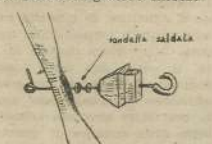

FIG. 2
le due forze abbiano il punto di applicazione situato sulla medesima retta (fig. 2). Lo stesso accadrà quando ruotando l'elica occuperà qualsiasi altra posizione il modello tenderà sempre a porsi dalla parte opposta a quella occupata in quel momento dalla pala. L'insieme di questi veloci spostamenti produrrà così una forte vibrazione generale.
1) fare il contrappeso più leggero della pala. In un'elica siffatta, durante la ruotazione, la forza centrifuga A B della pala (fig. 4) sarà maggiore della DC del contrappeso, ossia nella pala vi sarà una forza EB (differenza fra AB e CD) tendente a spostare la prua del modello nella direzione della freccia a. Ma poiché questa pure è sottoposta contemporaneamente ad una forza che la spinge nella direzione di c (vedi fig. 2), le due forze a e c si possono equilibrare e il modello rimanere fermo.
Il dispositivo «ruota libera» rappresenta un primo passo verso la risoluzione del problema. Esso infatti diminuisce la resistenza dell'elica che cessa la carica gira in folle sotto la spinta dell'aria; tuttavia questa diminuzione pur essendo abbastanza forte non è tale da ridurre la resistenza in parola ad un valore trascurabile. Ad ogni modo per modelli pesanti ed eliche ben equilibrate leggere e ruotanti su rulli delle metalliche cosicché l'attrito con l'asse sia minimo il suo rendimento è abbastanza buono. Il sistema, abbiamo detto, non riduce la resistenza passiva dell'elica ad un minimo trascurabile, però offre incontestabili vantaggi. Prima di tutto esso può essere montato su qualsiasi modello già azionato da un'elica fissa senza che sia necessario fare modificazioni al tappo o al muso della fusoliera. In questo caso si userà un dispositivo del tipo «Bunch» già illustrato dall'amico UTI in un numero della scorsa annata e che per comodità dei lettori torniamo ad illustrare in fig. 2. Questo tipo è buono, tanto più che l'occhiello formato dall'asse anteriormente all'elica consente l'introduzione del gancio per la carica della matassa.